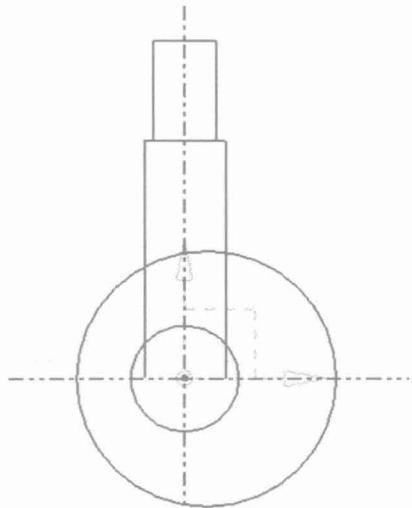

图 1-8 圆的绘制
(7) 单击“特征”工具栏上的【圆】按钮，绘制  $\phi 24$  和 R29 的圆，如图 1-8 所示。